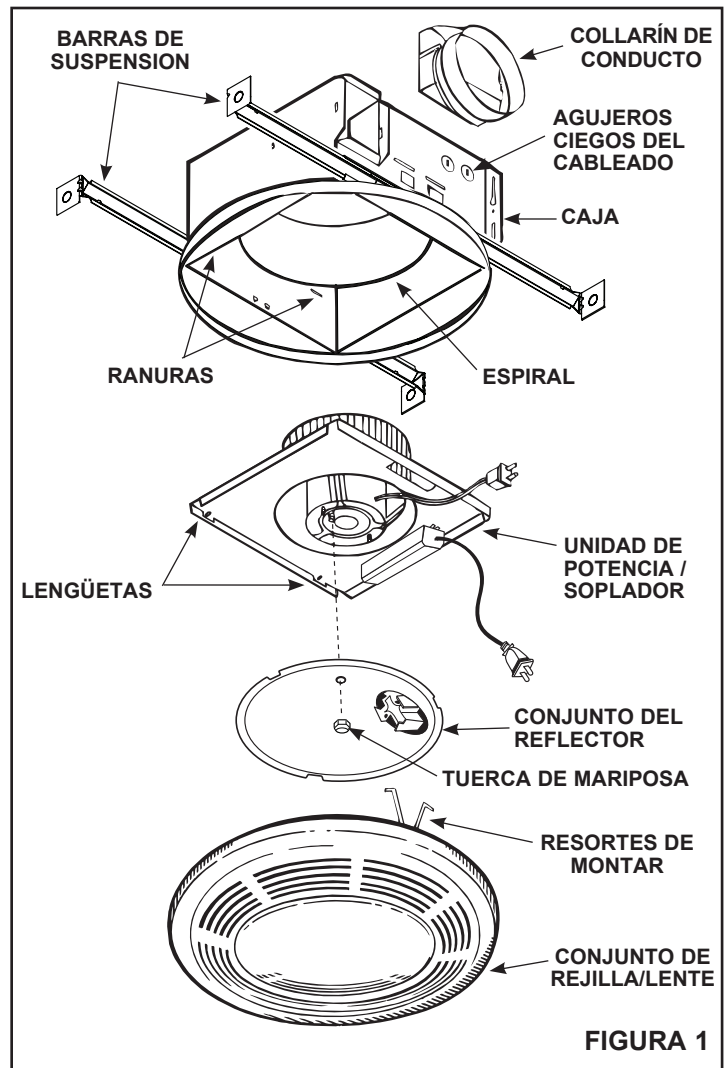

FIGURA 1
- Refiérase a la Figura 1. Saque el conjunto de la unidad de potencia/soplador de la caja.
1. Refiérase a la Figura 1. Coloque el collarín del conducto sobre las bridas en la abertura de descarga del ventilador. Fije el collarín encajando las lengüetas a presión en las ranuras de las bridas.
1. Refiérase a la Figura 1. Coloque la unidad de potencia/soplador en la caja para que las lengüetas de la placa de montaje se inserten en las ranuras de la caja.
4. Refiérase a la Figura 1. Saque la unidad de potencia/soplador de la caja.